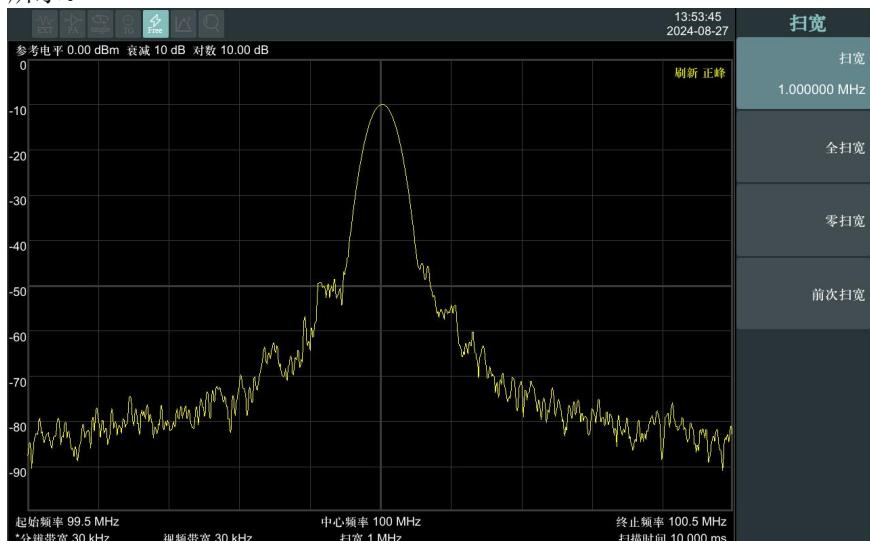

图 3-8 全扫描
1) 首先设置频谱仪到默认的初始状态，按频谱仪的【Preset】键。频谱仪显示了从 9 kHz 到最大扫频宽度的频谱，在 100 MHz 的地方，信号源产生的信号以一条垂直的直线出现，同时产生的谐波信号也以垂直线的形式出现在频率为 100 MHz 的整数倍处，如图 3-8 所示。